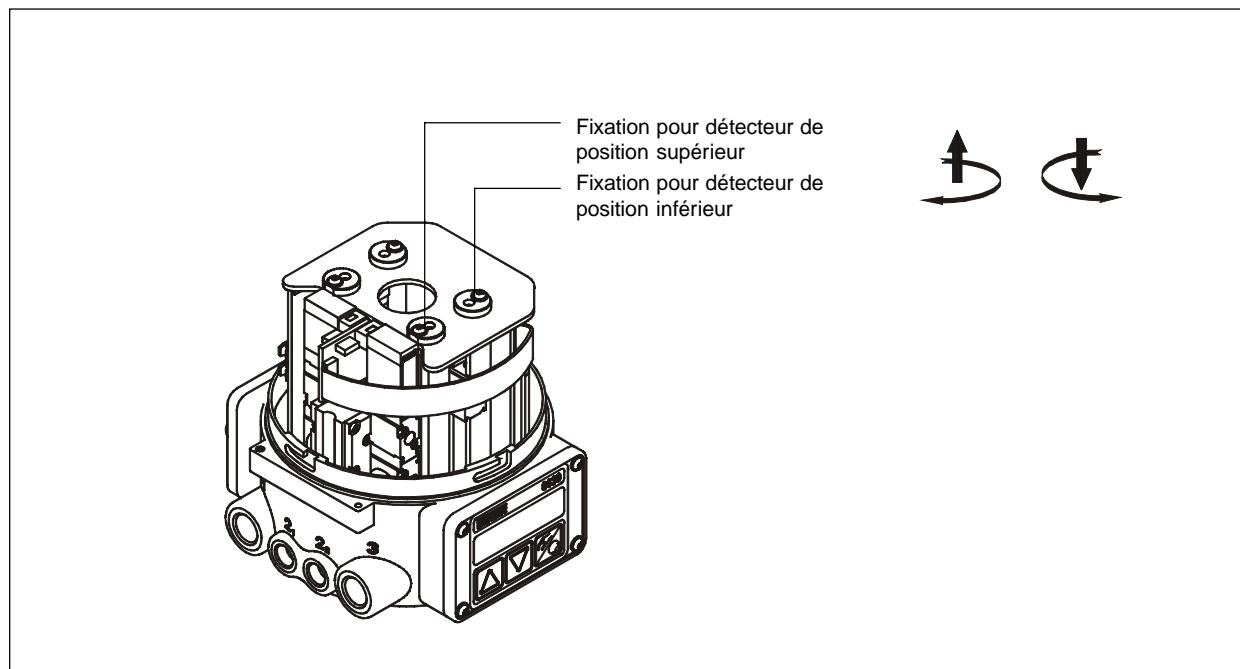

Bild 5.4: Fixation pour détecteur de position
- ➔ Installer chaque détecteur de position au dessus, sur les vis de fixation (Fig. 5.4):